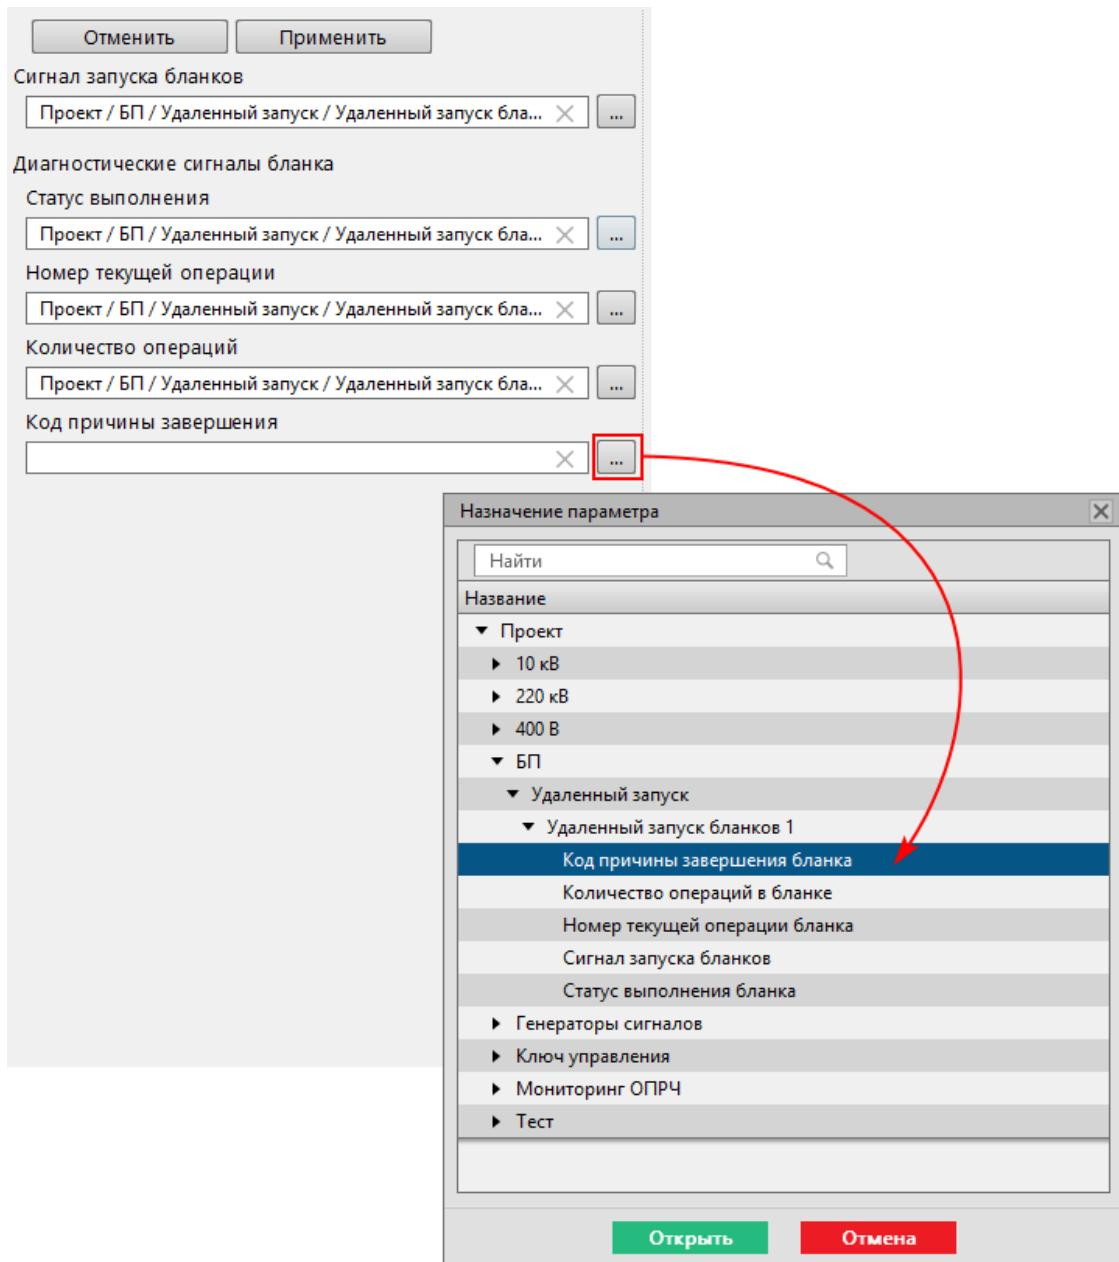

Рисунок 175 - Привязка сигналов удаленного запуска бланков
10. Заполните форму слева: в каждом поле нажмите и выберите соответствующий сигнал из дерева проекта (Рисунок 175).